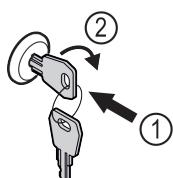

Fig. 120 例图
- 按入钥匙 Fig. 120 (1)。
- 将钥匙顺时针转动 90° Fig. 120 (2)。